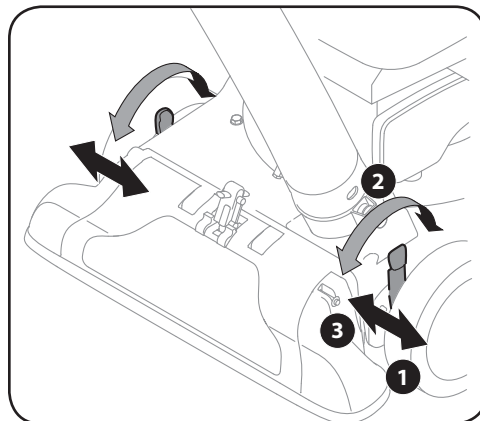

Figure 2-7
1. Pressez sur le levier de réglage de la hauteur de la buse (vers la roue). Voir Figure 2-7.
3. Relâchez le levier de réglage vers le plateau de coupe. Voir Figure 2-7.